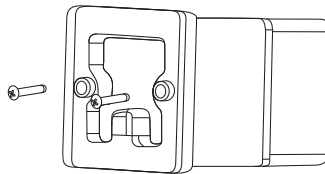

Рис. 6.
3. Пропустите проводку коробки внутри стены через отверстие в задней крышке. Согласно рис. 6, закрепите нижнюю крышку во внутреннем коробе в стене.